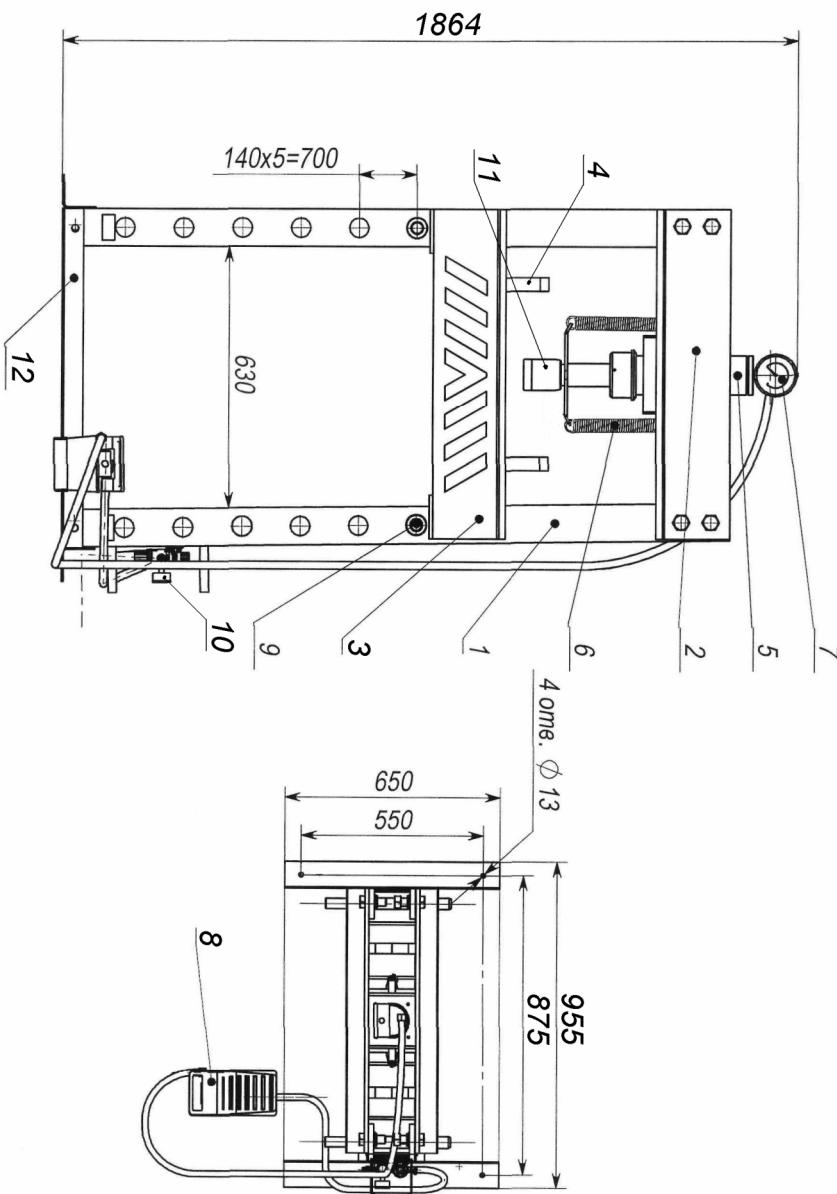

Рис. 1. Пресс П-30
- рама, состоящая из двух стоек поз. 1 (см. Рис.1), балки верхней поз. 2, балки опорной поз. 3 и основания поз. 12;